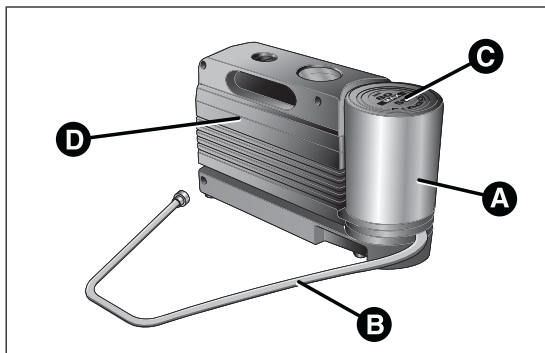

fig. 151
- ☐ una bomboletta A fig. 151 contenente il liquido sigillante, dotata di: